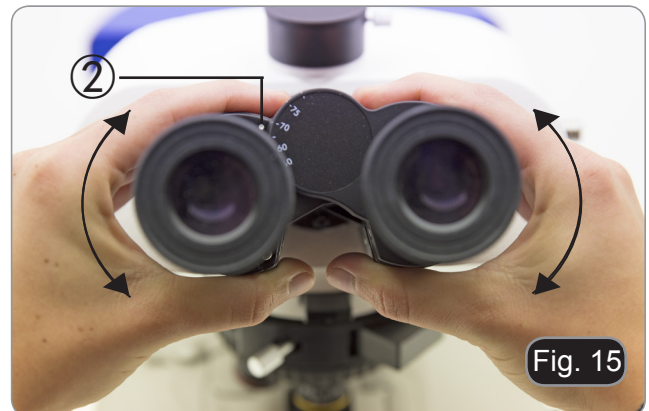

Fig. 15
- **Le point de repère “.” ② indique sur l'échelle la distance interpupillaire de l'utilisateur. (Fig. 15)**